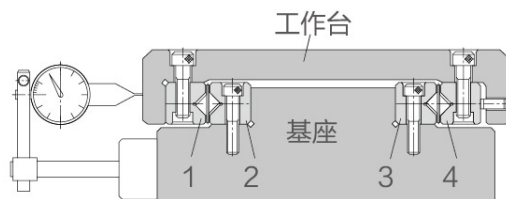

图1 交叉滚柱导轨的安装
(3) 基座与工作台按图1所示位置关系进行安装, 滚柱保持器由端部插入。这时, 保持器若没有间隙插不进去时, 可将轨道4往调整螺栓侧挪动后再行插入。
(4) 如图1所示, 设置好千分表。然后一边左右轻推工作台, 一边将所有调整螺栓轻轻地拧入, 直到左右没有间隙为止。
(5) 在轨道端部安装挡块。
(6) 移动工作台, 通过校正保持架的位置确保得到所要求的行程长度。